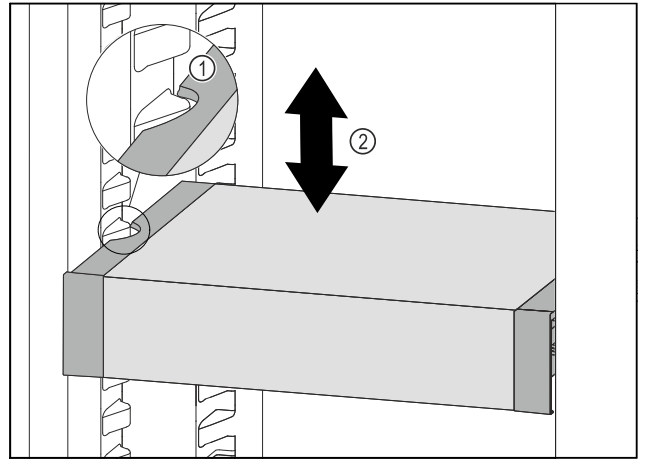

Fig. 129
- VarioSafe naar voren trekken tot de uitsparingen aan de zijkant van de VarioSafe zich ter hoogte van de rib in het koelgedeelte bevinden. Fig. 129 (1)
- VarioSafe in het koelgedeelte omhoog of omlaag bewegen tot de gewenste hoogte is bereikt. Fig. 129 (2)